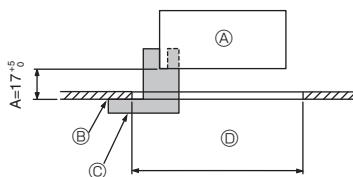

Fig. 9-2
①	Grille	1	950 x 950 (mm)
②	Schéma d'installation	1	(divisé en 4 parties)
③	Télécommande sans fil	1	pour PLP-6EALM
④	Support de la télécommande	1	Fournie s'il s'agit d'un modèle avec télécommande sans fil.
⑤	Piles LR6 AA	2	Fournie s'il s'agit d'un modèle avec télécommande sans fil.
⑥	Vis autotaraudeuses 3,5 x 16	2	Fournie s'il s'agit d'un modèle avec télécommande sans fil.
9.2. Préparation avant d'attacher la grille (Fig. 9-2)
- À l'aide de la jauge ② fournie avec ce kit, ajustez et vérifiez la position de l'appareil principal par rapport au plafond. Si l'appareil principal n'est pas correctement positionné par rapport au plafond, des fuites d'air peuvent se produire et provoquer un phénomène de condensation.